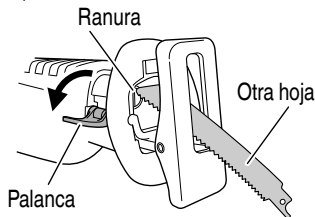

Fig. 12
- (1) Si una parte de la hoja de sierra rota sobresale de la pequeņa hendidura del sujetador de la hoja, saque la parte saliente y extraiga la hoja.
- (2) Si la hoja de sierra rota se encuentra oculta dentro de la pequeña hendidura, enganche la hoja rota utilizando la punta de otra hoja de sierra y extraígalas. (Fig. 12)